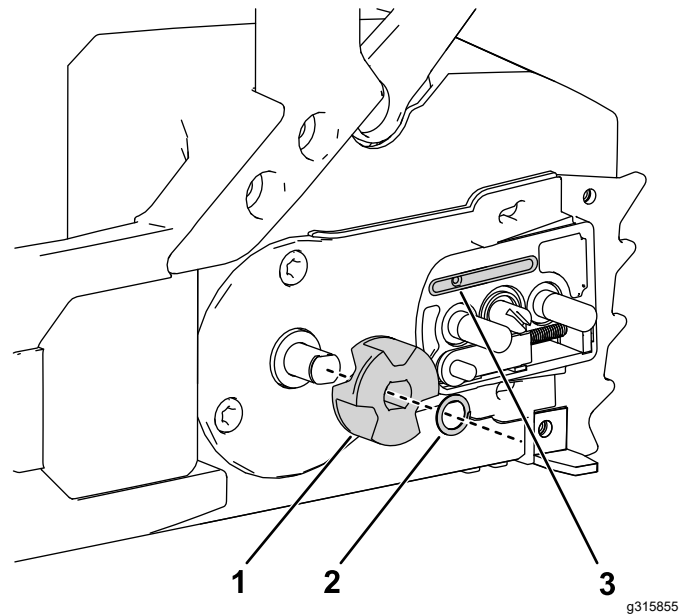

Figure 29
5. Déposez le clip et le pignon d'entraînement de la tronçonneuse (Figure 29).
9. Contrôlez la sortie d'huile (Figure 29) et enlevez les débris éventuellement présents.